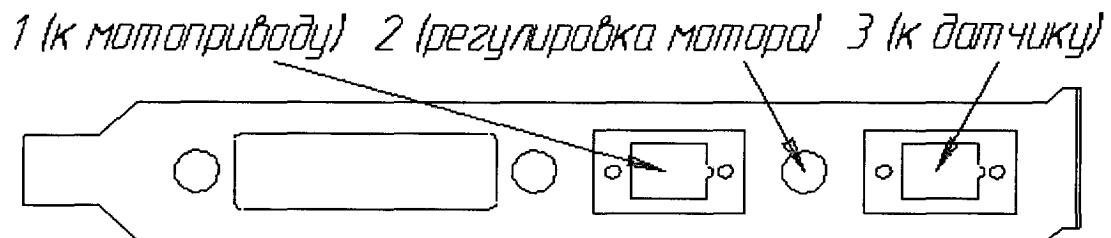

Рисунок 4. Вид на разъёмы платы
Подсоединить кабель от датчика в крайнее гнездо ISA-блока (см. рис. 4 и 5). Со стороны датчика этот кабель надо зафиксировать, заложив его в щель между приводом профилометра и штативом, при этом прославив кабель в промежутке между датчиком и щелью для возможности прогиба кабеля при движении датчика при трассировании.
7.3.4. В случае установки нового привода необходимо проверить, не возникает ли дрожание мотора привода. Если возникает, необходимо настроить точку демпфирования мотора привода следующим образом: повернуть на ISA-плате потенциометр «регулировка мотора» (см. рис. 4 и 5, потенциометр в отверстии между разъёмами датчика и привода ISA-платы) против часовой стрелки до упора, потом осторожно поворачивать по часовой стрелке, при появлении дрожания мотора (это слышно и даже видно при больших амплитудах) вновь повернуть немного (порядка 5 градусов) против часовой стрелки и оставить в этом положении.